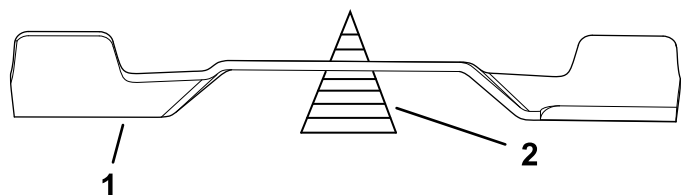

Рисунок 107
2. Проверьте балансировку ножа с помощью балансировочного устройства для ножей (Рисунок 107).